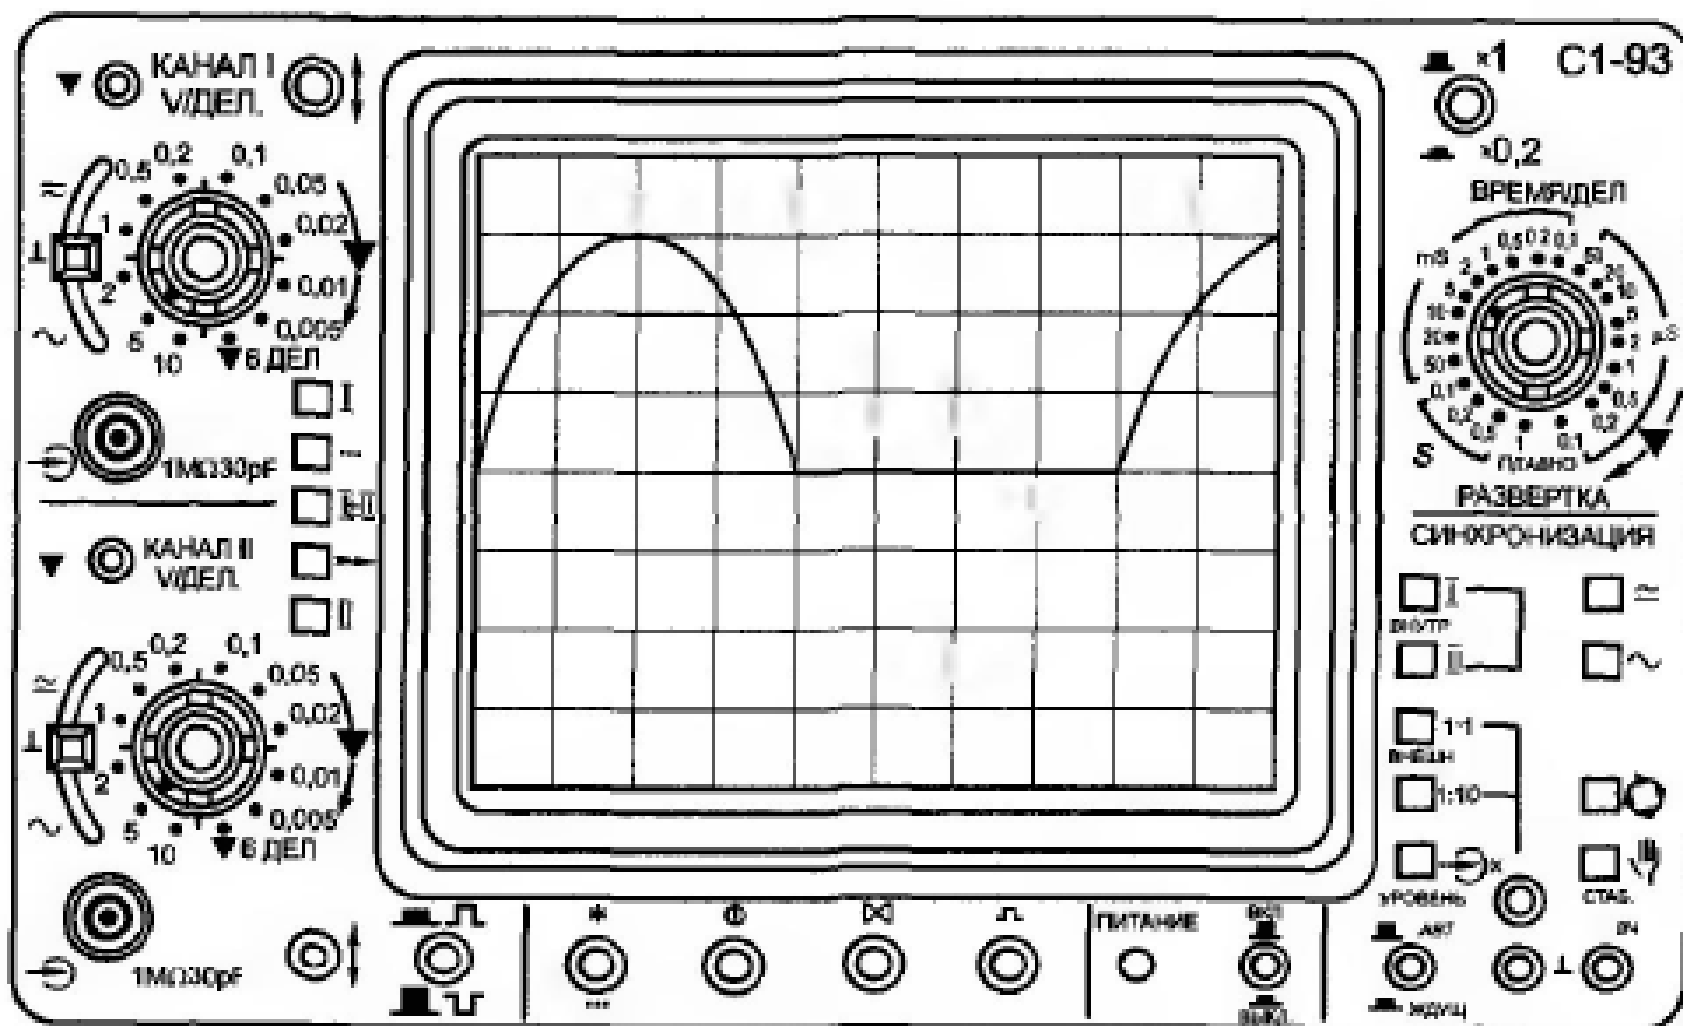

Рис. 7.3. Изображение лицевой панели осциллографа С1-93
**7.401—7.411.** Определить среднеквадратическое значение напряжения сигнала, представленного на экране рис. 7.3, при следующих положениях переключателя «V/дел.» прибора С1-93: ...